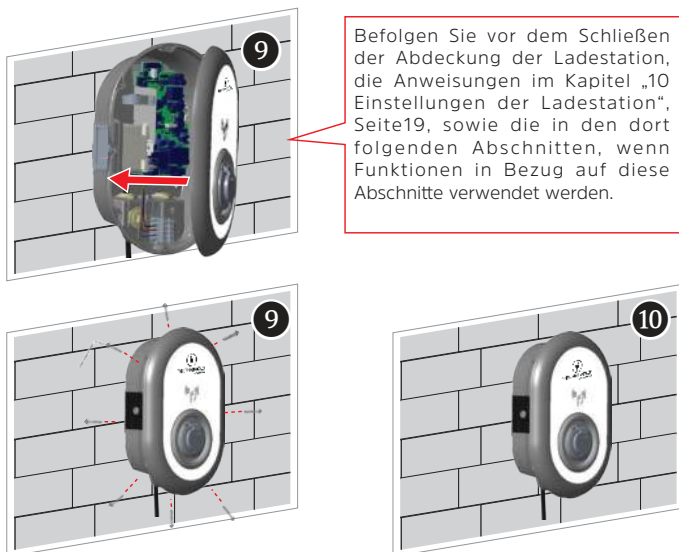

Abb. 9: Wandmontage Schritt 9 und 10
9. Schließen Sie den Deckel der Ladestation wie in Abb.9 gezeigt. Ziehen Sie die zuvor entfernten Deckelschrauben mit dem Torx TR20-Sicherheits-Winkelschlüssel, oder dem rechtwinkligen Winkeladapter Sechskant-Bit mit dem Torx TR20-Sicherheitsbit, an.